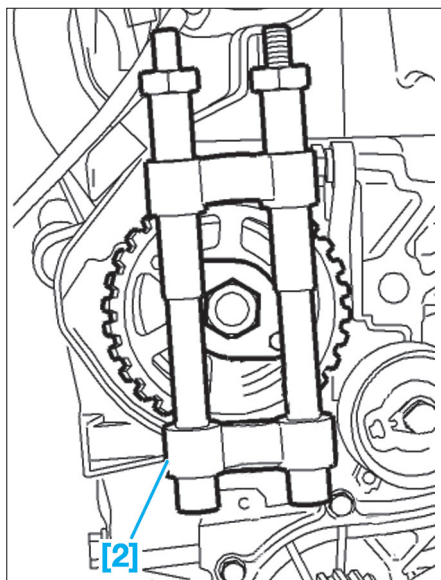

FIG. 52
- Outil de blocage [2] de la roue dentée (Fig.52).
- Poser l'outil [2] de blocage de la roue dentée de pompe haute pression (Fig.52).